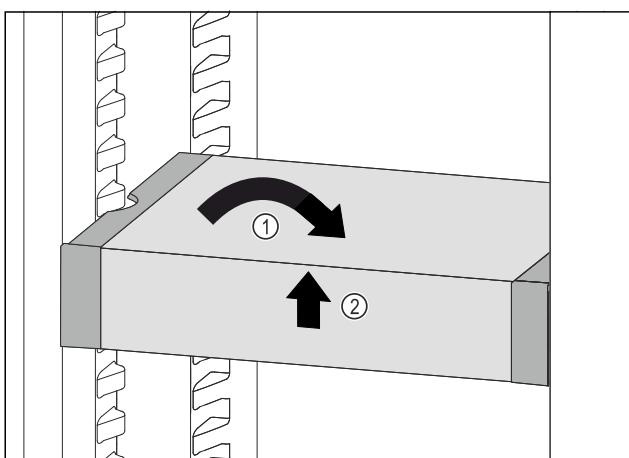

Fig. 75
- Вирівняти VarioSafe. Fig. 75 (1)
- Підняти VarioSafe спереду. Fig. 75 (2)